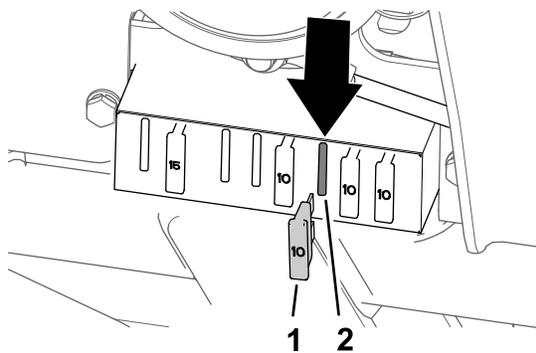

Bild 25
2. Setzen Sie die-Sicherung in den Steckplatz ein, der sich an der 3. Stelle von rechts im Sicherungskasten befindet (Bild 25).